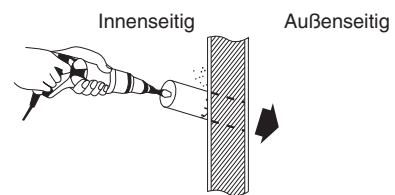

Abb. 3-4
(4) Eine Öffnung in der Wand machen. Hierzu eine Stichsäge, Lochsäge oder einen Lochschneid-Bohrereinsatz verwenden. (Abb. 3-4)